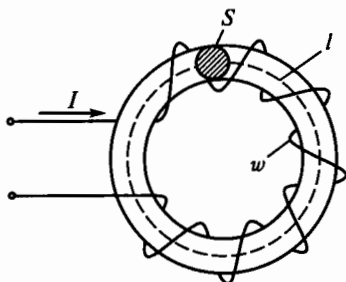

Рис. 59
**2.34.Р.** Какова индуктивность  $L$  катушки с ферромагнитным сердечником, изображенной на рис. 59, если  $I = 0,2$  А,  $S = 5$  см2,  $l = 20$  см,  $B = 0,8$  Тл,  $w = 1000$  витков?